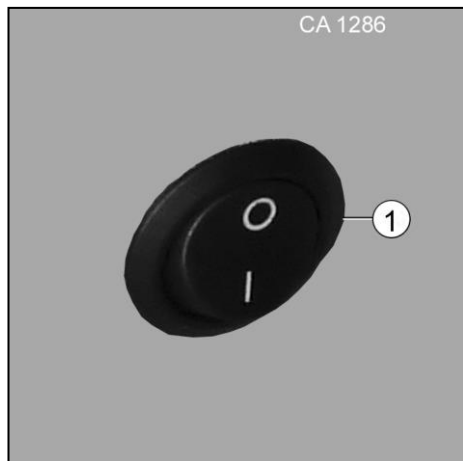

Fig. 123 Éclairage du double plancher
1. Allumer et éteindre l'éclairage du double plancher avec l'interrupteur (Fig. 123/1).